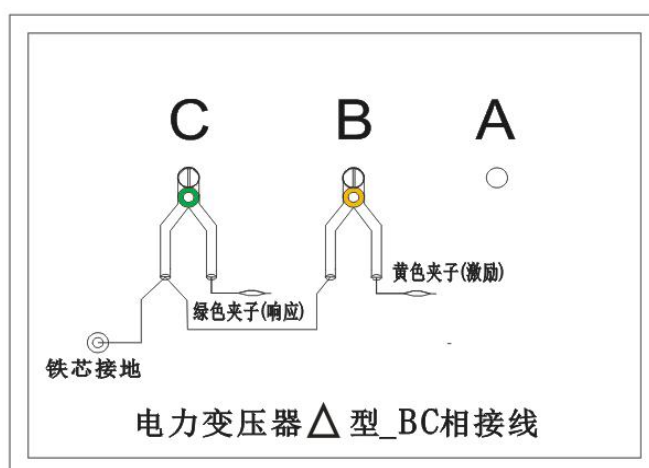

图 11
- 4.2.4 以上接线完成对三相△形的 BC 相测量接线，如图 11。